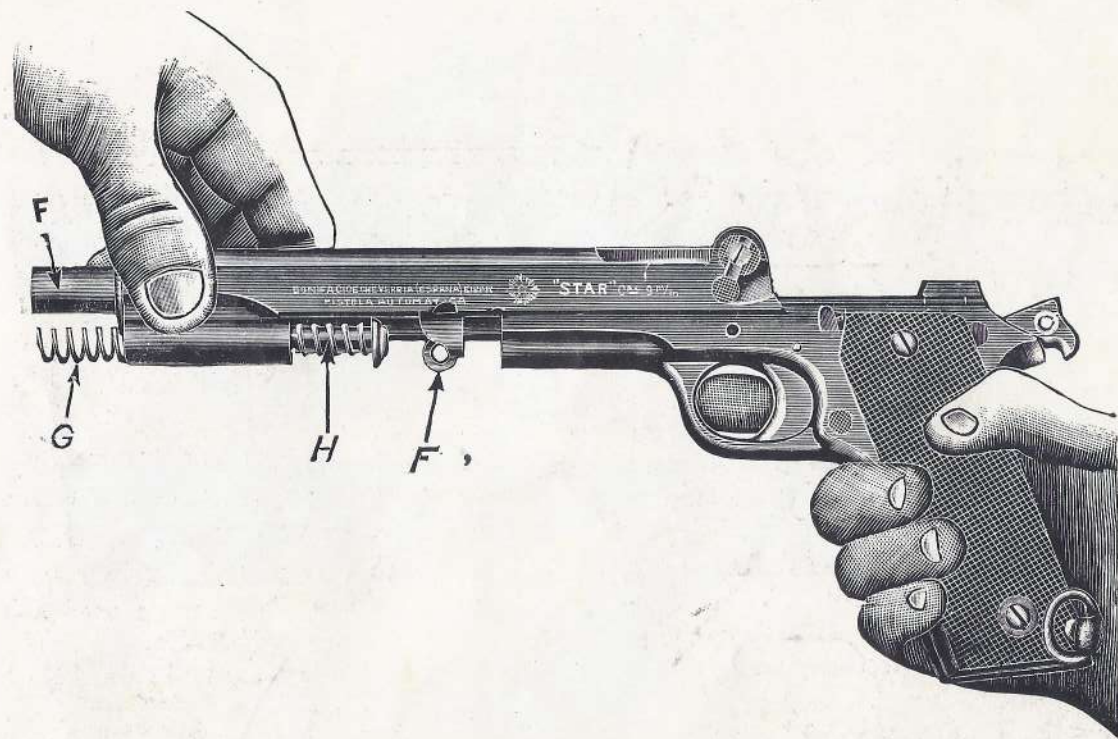

Figura 6.^a
4.º Tírese del cerrojo hacia adelante y saldrán con él el cañón **F**, el muelle recuperador **G** y la guía **H** de éste; (véase figura 6.^a): extraíganse unidas estas últimas por detrás y el cañón por la boca del cerrojo con su cadeneta **F'** inclinada hacia adelante, previa la separación del manguito **B**, que saldrá mediante juego de bayoneta y queda hecho el desarme para usos de limpieza. (Véanse figuras 7.^a y 8.^a)